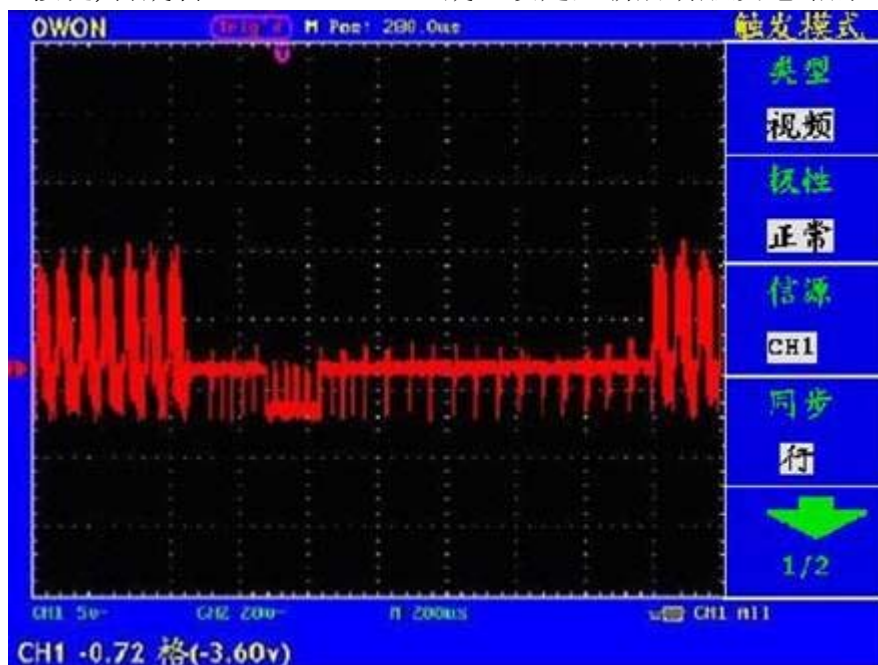

图 41：视频场触发波形
- 5、按 F4 菜单选择按键，选择同步为 行。屏幕显示见图41。